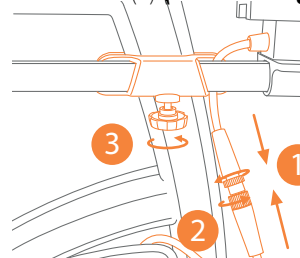

Abbildung 12: Kabel trennen (1) und Joystick-Steuerung in den Halter schieben (2).
- b. Schließen Sie das Kabel (1)(2) wieder an und befestigen Sie die Steuerung, indem Sie den Knopf im Uhrzeigersinn drehen (3) (**Abbildung 12**).